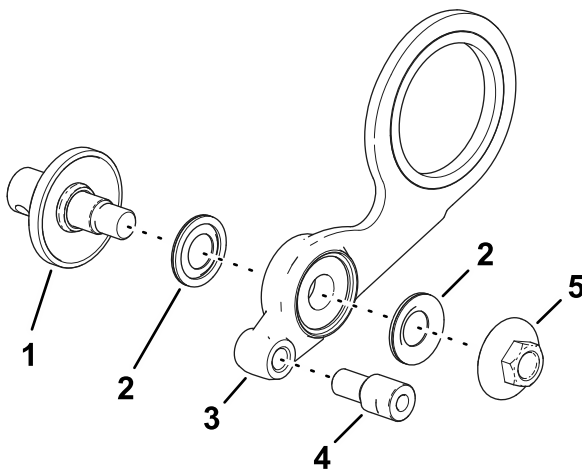
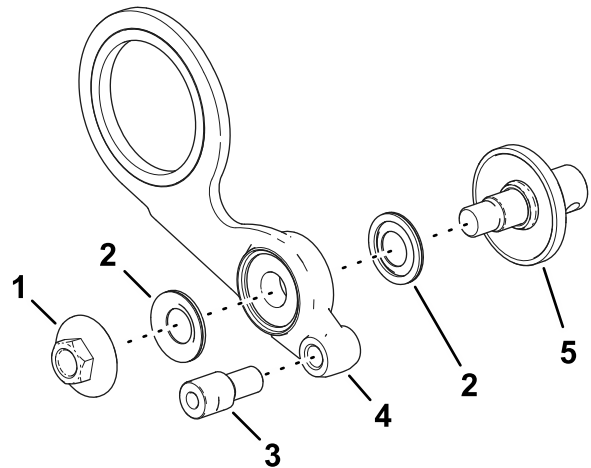

Figura 15
Figura 16
1. Monte el conjunto de mangueta, las 2 protecciones de cojinete y la tuerca con arandela prensada en el conjunto tensor, como se muestra en la Figura 15.
Nota: Monte la mangueta y la tuerca con arandela prensada (Figura 16) en el lado
2. Monte el collar de ajuste en el orificio roscado del conjunto tensor (Figura 15 o Figura 16).